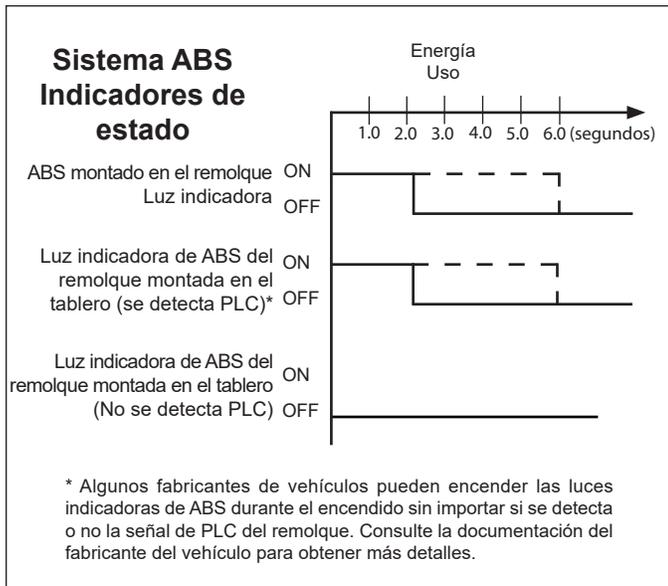

Figura 9: secuencia de encendido de la lámpara ABS del remolque
En el encendido, sin códigos de diagnóstico de fallas (DTC) activos, la luz indicadora del ABS del remolque se iluminará durante de dos (2) a seis (6) segundos aproximadamente como un control de la bombilla y luego se apagará. *Consulte la figura 9.*